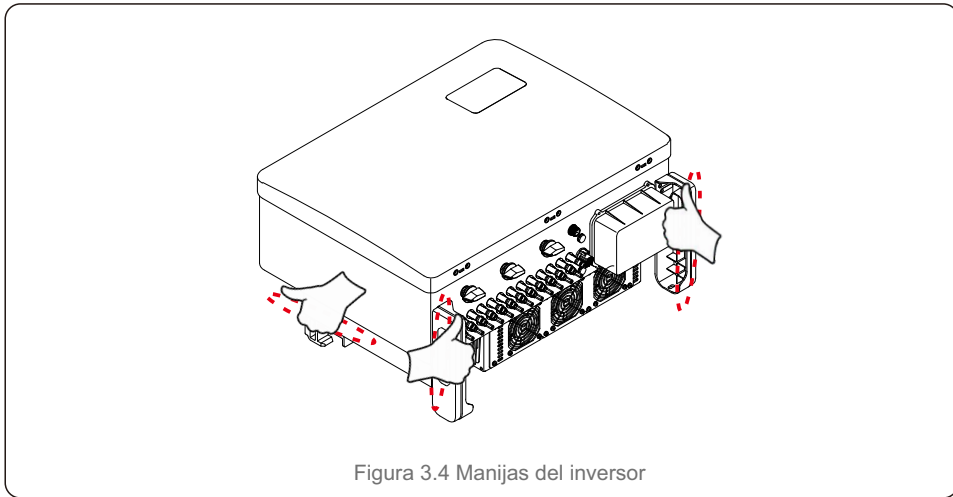

Figura 3.4 Manijas del inversor
2. Se necesitan dos personas para sacar el inversor de la caja de transporte. Utilice las asas integradas en el disipador de calor para sacar el inversor de la caja (véase la figura 3.4).